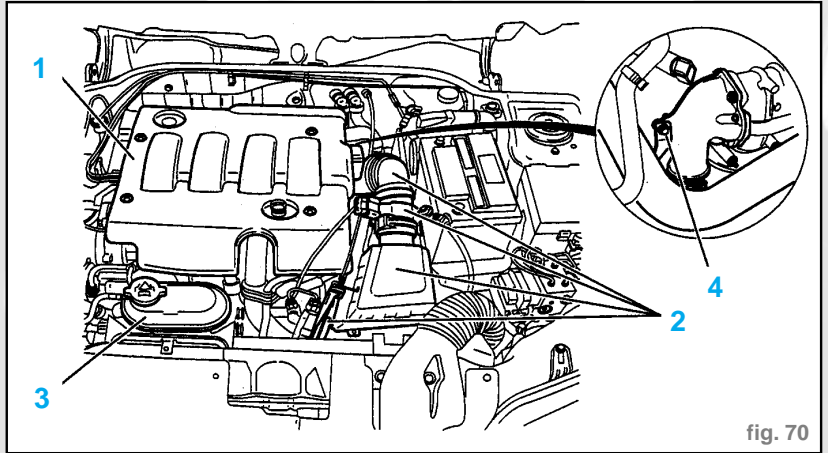

fig. 70
- Déposer: (fig. 70)
- le caches-style (1)
- l'ensemble (2)
- Écarter la boîte de dégazage (3).
- Déposer la vis (4).